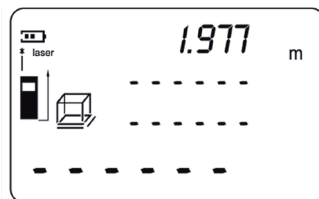

Fig. 12
4. Premere il tasto "Read" per visualizzare la lunghezza misurata nella prima riga del display. La riga per la larghezza nel simbolo  inizia a lampeggiare (fig. 12).